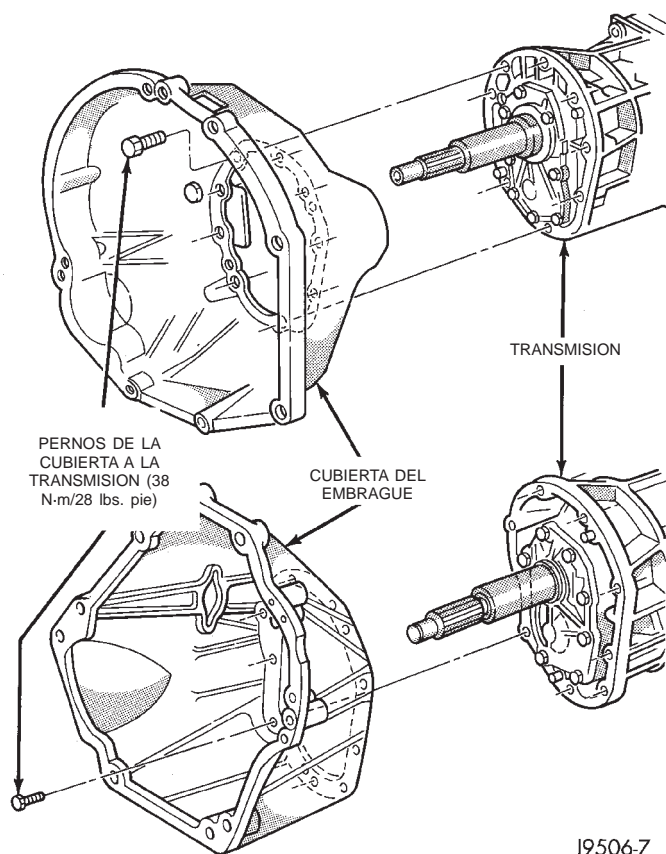

Fig. 9 Cubierta del embrague
(24) Retire la varilla de refuerzo de la cubierta del embrague.
(25) Retire los pernos que fijan la cubierta del embrague al motor.
(26) Empuje el gato para transmisiones hacia atrás, hasta que el eje impulsor se separe del embrague. A continuación, retire la transmisión por debajo del vehículo.
(27) Retire el cojinete de desembrague, la horquilla de desembrague y el collarín de retención.
(28) Retire la cubierta del embrague de la transmisión (Fig. 9).
(2) Lubrique las superficies de contacto del perno de rótula del pivote de la horquilla de desembrague y la horquilla de desembrague con grasa de alta temperatura.
(3) Instale el cojinete de desembrague, la horquilla y el collarín de retención.
(4) Monte y asegure la transmisión sobre el gato para transmisiones.
(5) Lubrique ligeramente el cojinete de guía y las estrías del eje impulsor de la transmisión con grasa para alta temperatura Mopar®.
(6) Eleve la transmisión y alinee el eje impulsor de la transmisión y las estrías del disco de embrague. A continuación, desplace la transmisión a su posición.
(7) Instale y apriete los pernos que unen la cubierta del embrague al motor con una torsión de 38 N·m (28 lbs. pie) (Fig. 9). **Antes de apretar los pernos, asegúrese de que la cubierta se asiente correctamente sobre el bloque del motor.**
(8) Instale la varilla de refuerzo de la cubierta del embrague.
(9) Baje la transmisión aproximadamente 7-8 cm (3 pulgadas) para acceder a la torre de cambios. Asegúrese de que la transmisión esté en primera o tercera velocidad.
(10) Por la parte superior y rodeando la transmisión, inserte la palanca de cambios en la torre de